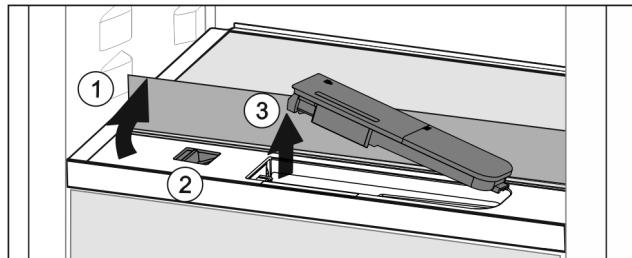

Fig. 145
- 抬起玻璃隔板，将其向后翻转至止挡 Fig. 145 (1)。
- 向左推滑块 Fig. 145 (2)。
- 取出水箱 Fig. 145 (3)。